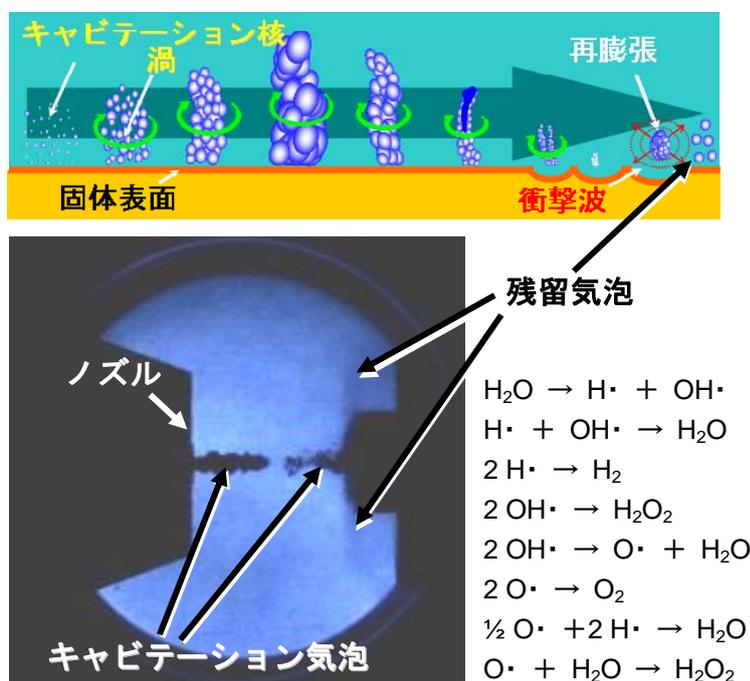

図8 キャビテーション気泡崩壊後の残留気泡\*2
**キャビテーション残留気泡**とは、キャビテーションが圧潰した後に残存する小さな気泡です。図8には、水中にウォータージェットを噴射して流動キャビテーションを発生させたときの様子を示します。閃光時間1μsのフラッシュランプをカメラの反対側において撮影したので、キャビテーション気泡が黒く写っています。淡く写っているのが残留気泡です。この残留気泡により、特異な電位が生じること、腐食反応が異なることなどがわかりました\*2。この残留気泡を集めて分析すると、水素が多く含まれていることがわかりました\*1。また二酸化炭素を溶解した水を用いてキャビテーションを発生させた後、残留気泡を回収すると、残留気泡中のメタンが増大していることが判明しています\*1。